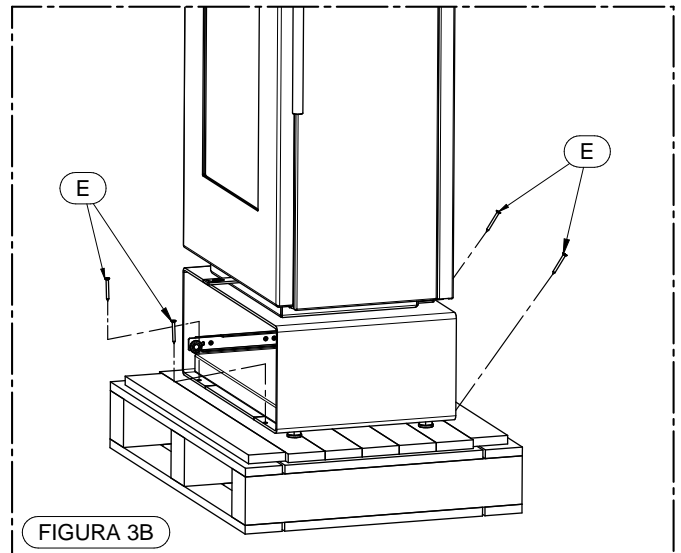
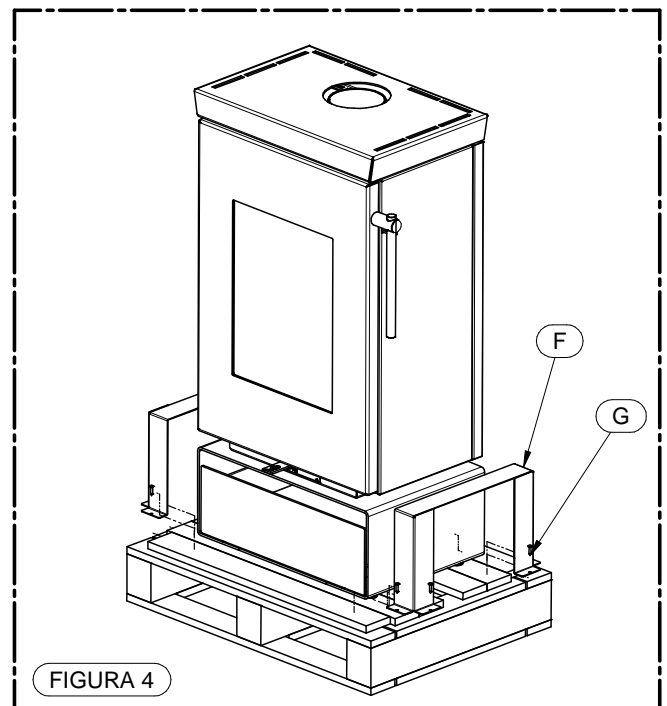

FIGURA 3B
FIGURA 4
- En los modelos ZEN W, ZEN T y ZEN O, extraiga el cajón (D) y quite los tornillos (E) que fijan el equipo al palé (figura 3B). A continuación, retire los tornillos (G) y retire los soportes (F) (figura 4).